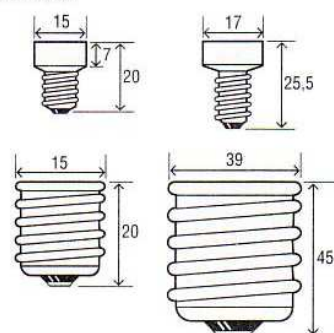

Fig. 2 : Différents culots de lampe.
c) Le type de culot : ils sont normalisés (voir fig. 2 et p. 114).